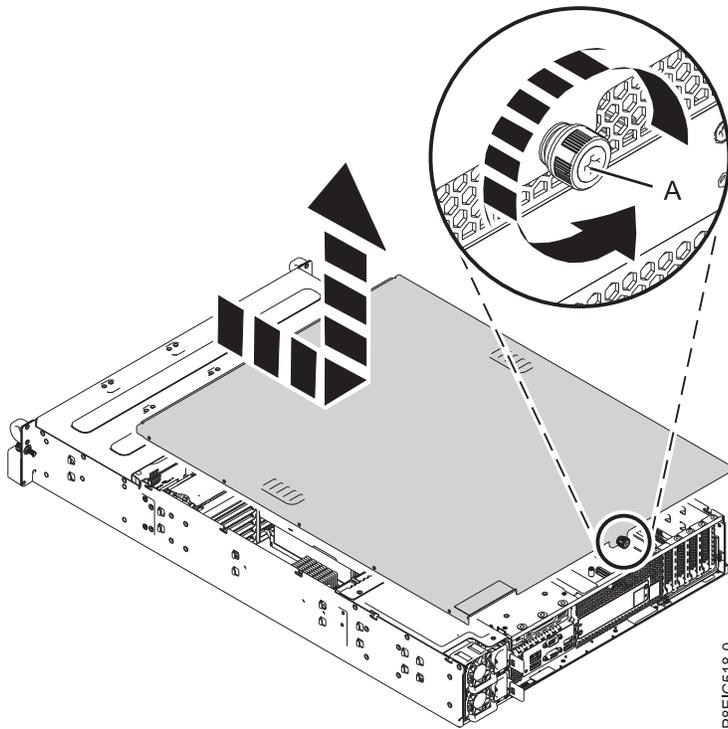

Figure 120. Retrait du capot d'accès
1. A l'arrière du système, desserrez la vis du capot (A) qui permet de fixer le capot au châssis. Voir figure 120.